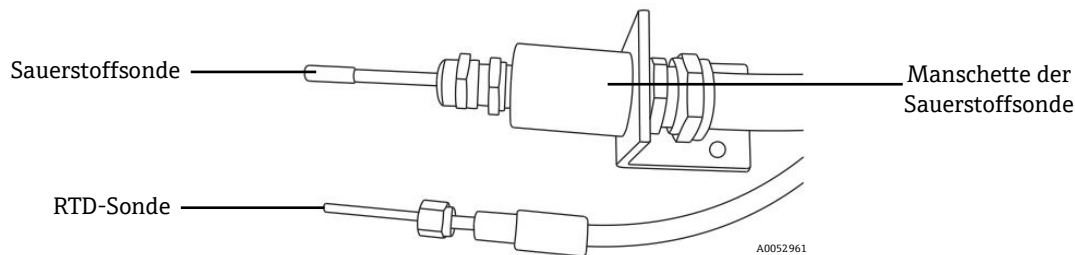

Abbildung 6. Sauerstoff- und RTD-Sonde
1. Sauerstoffsensor vom OXY5500 an der abgesetzten Analysetafel anschließen. Siehe Sauerstoffsensor an der abgesetzten Analysetafel anschließen → . Für eine Ansicht der Sauerstoffsonde siehe Abbildung 6.
2. Temperatursensor (RTD) vom OXY5500 an der abgesetzten Analysetafel anschließen. Siehe RTD-Sonde an der abgesetzten Analysetafel anschließen → . Für eine Ansicht der RTD-Sonde siehe Abbildung 6.
1. Rote Schutzkappe von der Sensorspitze entfernen. Siehe Abbildung 6.